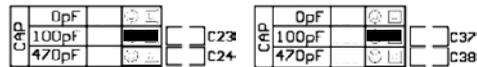

Figure 5: Réglage par défaut de la capacité de charge, canal gauche et droit
Il y a trois (3) réglages disponibles pour la charge capacitive : 0pF, 100pF et 470pF pour le canal gauche et le canal droit. (Voir Figure 5)